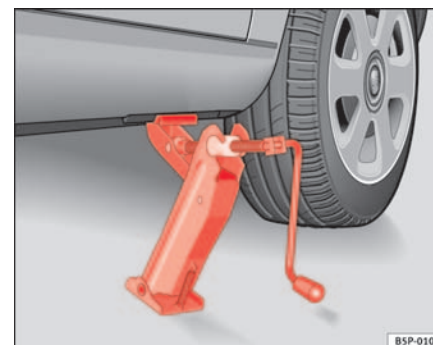

Fig. 174 Colocación del gato
- Posicione el gato de modo que su garra envuelva el nervio del larguero inferior y que la placa base móvil se apoye plana sobre el suelo ⇒ **página 251, fig. 174.**